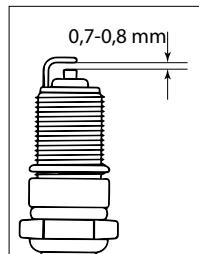

Рис. 27
7. Проверете размер на луфта между заземяващи и централни електроди, като използвате специална сonda Ако е необходимо, установете луфт 0,7–0,8 mm (рис. 27).